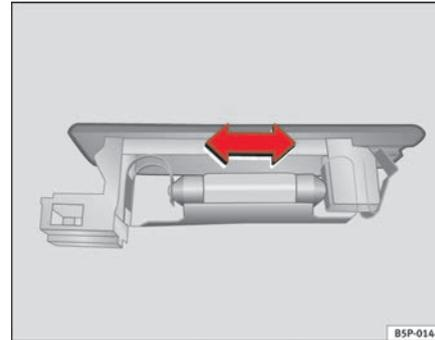

Abb. 198 Gepäckraumbeleuchtung
- Die Lampe zur Seite drücken und aus ihrer Halterung herausnehmen ⇒ Abb. 198. ■